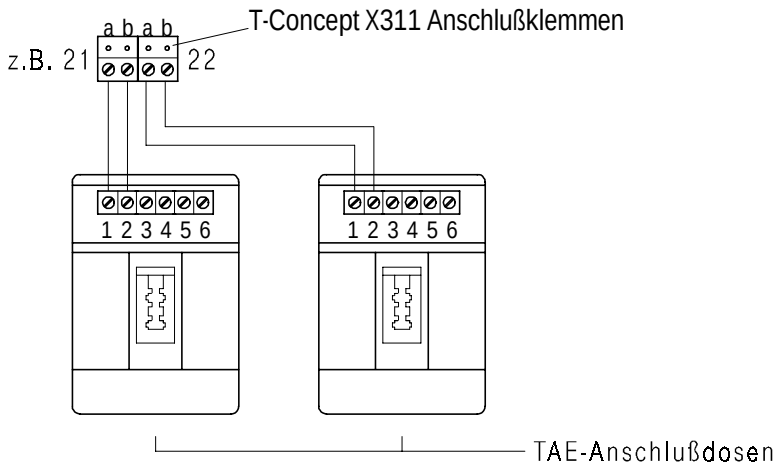

Abb. 3: Anschließen der TAE-Anschlußdosen
Die Telefone und Zusatzgeräte werden zweidrahtig an die Klemmen 1 und 2 der TAE-Anschlußdose angeschlossen (siehe Abb. 3). Die max. Leitungslänge (Kabellänge) darf bei 0,6 mm Aderdurchmesser 350 m, bei 0,4 mm Aderdurchmesser 150 m betragen.
- Verbinden Sie die Klemmen 1 und 2 der TAE-Anschlußdose mit den Anschlußklemmen a und b der T-Concept X311 (siehe Abb. 3). Die Polung kann beliebig sein.